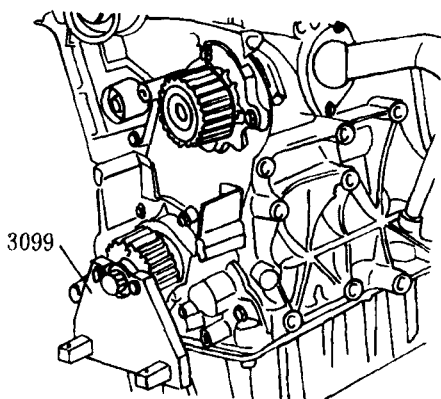

图 1-19
①拆下多楔皮带和张紧装置,拆下齿形皮带,拆下曲轴端齿形皮带轮须用专用托架 3099 固定齿形皮带轮(图 1-19)。